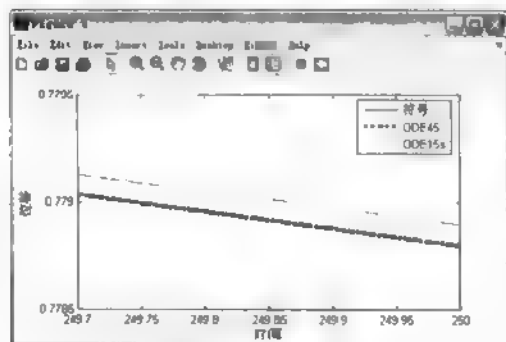
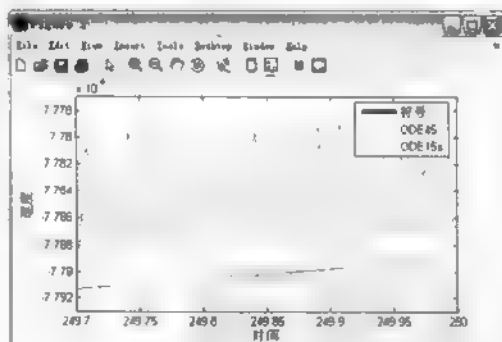

图 8.2 位移结果图
图 8.3 速度结果图
(4) 仿真结果如图 8.2 和图 8.3 所示。
从图 8.3 可以看出,ode45 的结果和解析解相差比较大,而 ode15s 比较理想,从中可以看出,如果选择不合适的求解器,不但费时而且结果不理想。